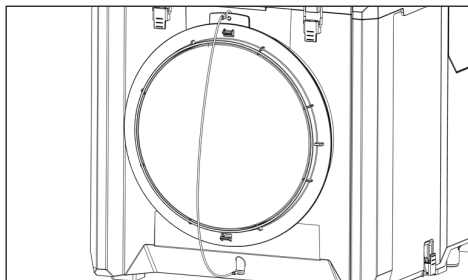

Fig. 7: Luchtinlaatklep (sluitstand)
- ▶ Sluit het deksel van de luchtinlaat (Fig. 7) voor het transport. Dit voorkomt dat er stof uit het apparaat in de omgeving terecht komt.